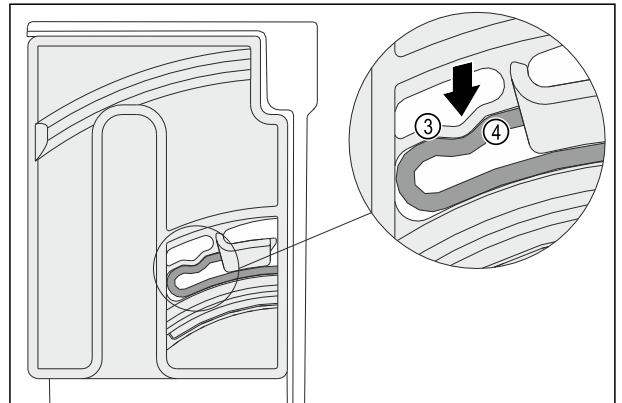

Fig. 115
- ▶ Elastični element Fig. 115 (3) vrtljive enote se slišno zaskoči v okroglo obliko rebra Fig. 115 (4).